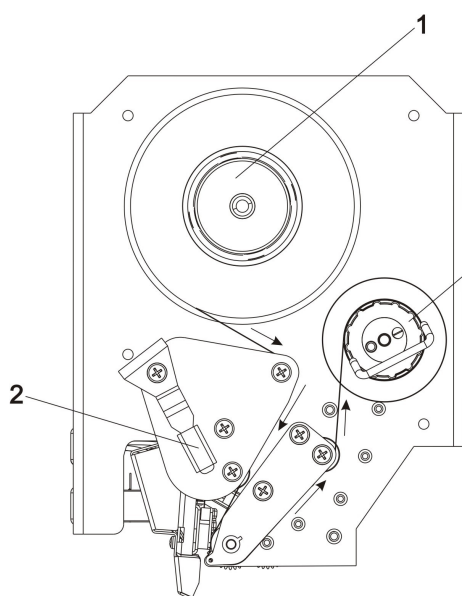

Рис. 29
- для весов ШТРИХ-ПРИНТ ПВ поверните рычаг открытия головки **2** против часовой стрелки, головка принтера откроется, см. рисунок 29;
- для весов ШТРИХ-ПРИНТ ПВ поверните рычаг закрытия головки **2** по часовой стрелке, головка принтера закроется, см. рисунок 29;